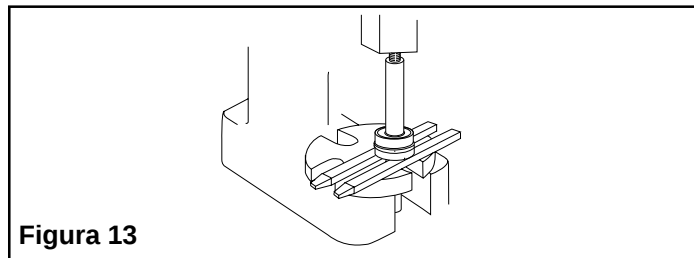

**Figura 12**
3. Coloque o corpo do motor na prensa. A parte rosqueada do eixo deve ficar dentro do dispositivo. Pressione e retire o eixo para fora com a prensa (Ver Figura 12).